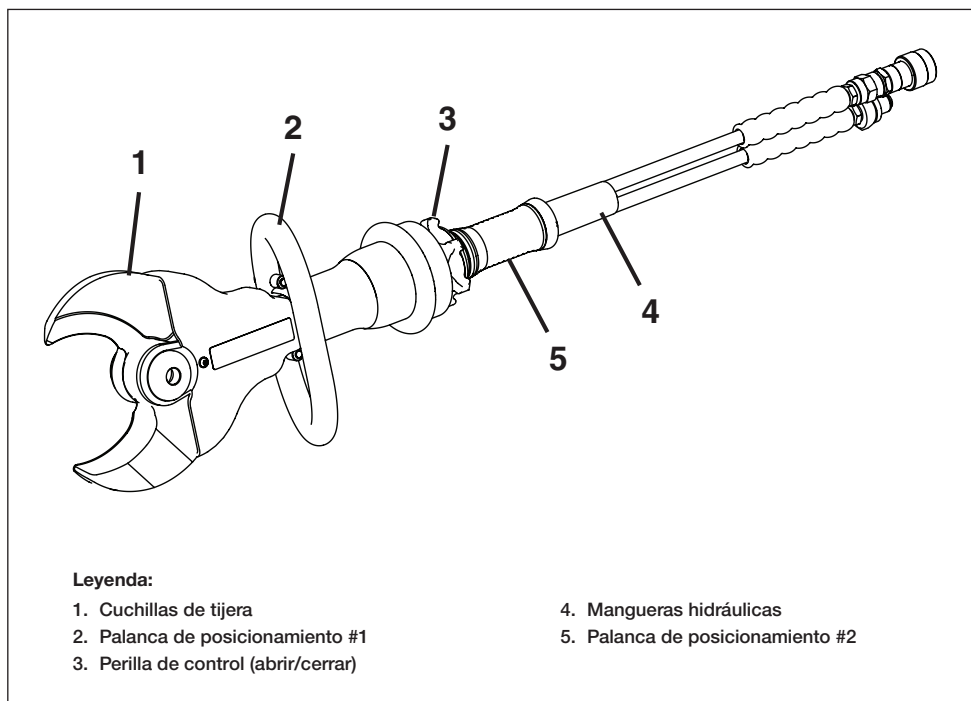

Figura 1, Características y componentes
Consulte la Figura 1 para una descripción de las principales características del cortador y los elementos típicos incluidos en el envío. Consulte la Sección 2.0 para las capacidades máximas, especificaciones y dimensiones del cortador.
- Monte el cortador en la posición deseada mediante las asas de posicionamiento situadas en el lado lateral y posterior del cilindro hidráulico del cortador. Véase Figura 1.